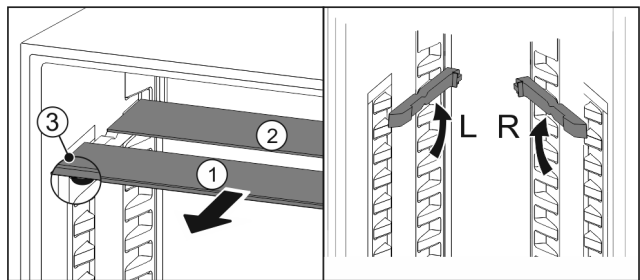

Fig. 19
- Посуньте Fig. 19 (1) скляну панель вперед.
- ▷ Скляна панель Fig. 19 (1) з декоративною планкою лежить спереду.
- ▷ Стопори Fig. 19 (3) показують вниз. Пристрої з морозильною камерою.*